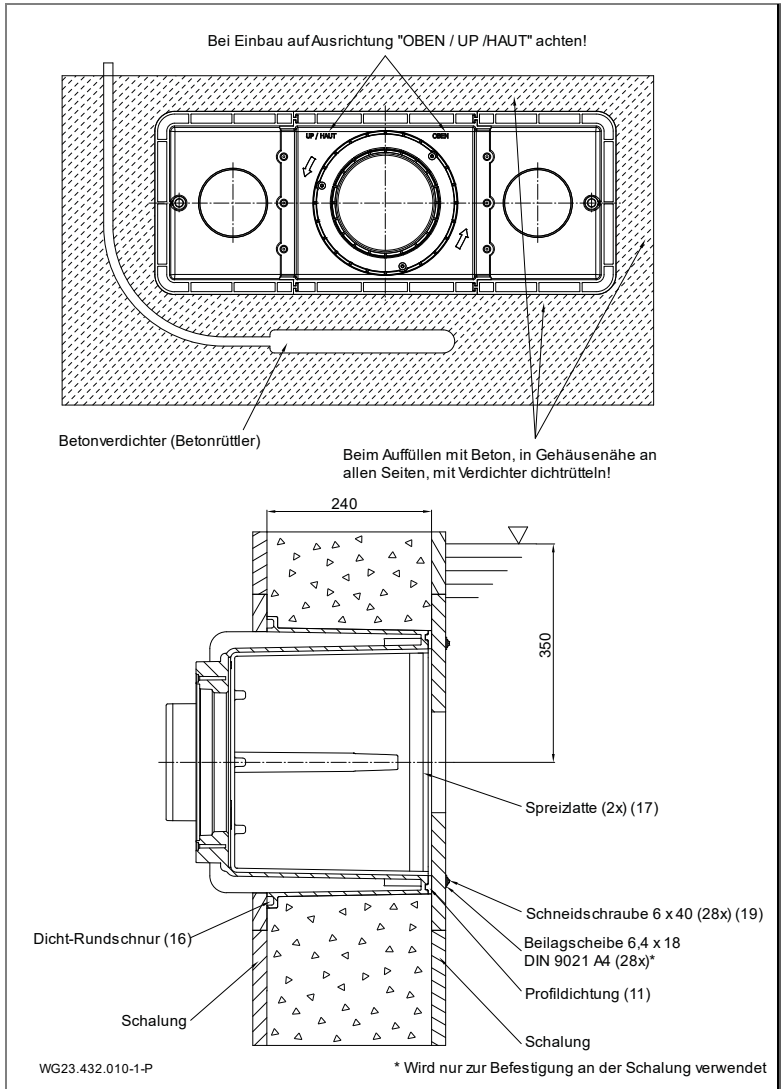

Abb. 5
Für die Abdichtung zur Betonwand wird empfohlen, einen umlaufenden Ring aus Epoxidharz/Quarzsand an der beckenseitigen Außenwand des Gehäuses (1) zu erstellen. Siehe "Abb. 5" auf Seite 21